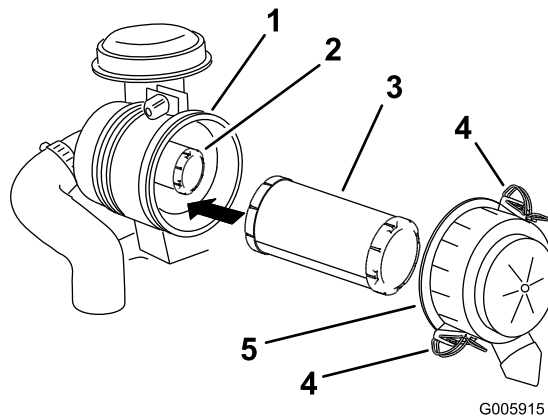

Figure 49
3. Ouvrez les dispositifs de verrouillage du filtre à air et séparez le couvercle du corps du filtre (Figure 49).
5. Sortez l'élément principal du corps du filtre avec précaution (Figure 49).
2. Si vous remplacez l'élément intérieur, insérez-le avec précaution dans le corps du filtre (Figure 49).
3. Placez ensuite l'élément principal sur l'élément intérieur avec le même soin (Figure 49).